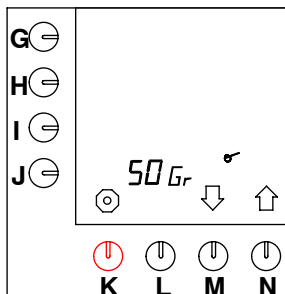

Fig. 49 Impostazione del calcolatore di caffè
- Premere il tasto di selezione (N.) $\uparrow$ fino a che sullo schermo viene visualizzato quanto illustrato nella fig. 49 .